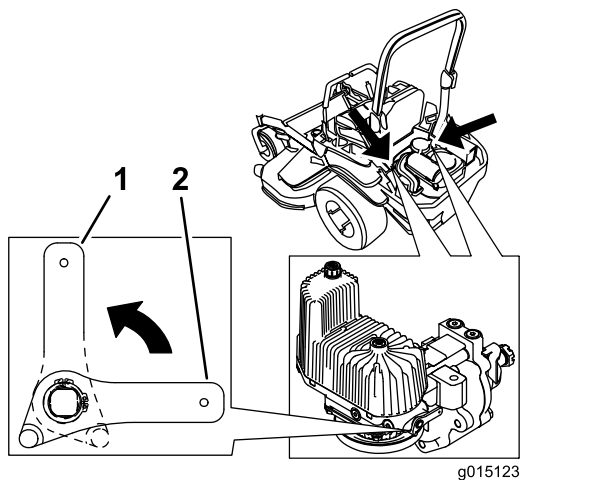

Figura 40
3. Rode as alavancas da válvula de libertação na posição vertical para empurrar a máquina (Figura 40).
5. Rode as alavancas da válvula de libertação horizontalmente para a máquina trabalhar (Figura 40).